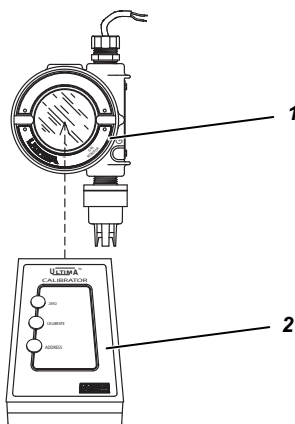

Fig. 2 Calibrator - Werking
2. Richt het bovendee van de Controller direct op het lege vlak van de detector om op de ULTIMA/ULTIMA X Serie Gasdetectietransmitter van functie te veranderen (→ Fig. 2). Druk daarna op de Controller de gewenste knoppensequentie in. Richt de Controller op de detector wanneer de laatste knop van de sequentie wordt ingedrukt.